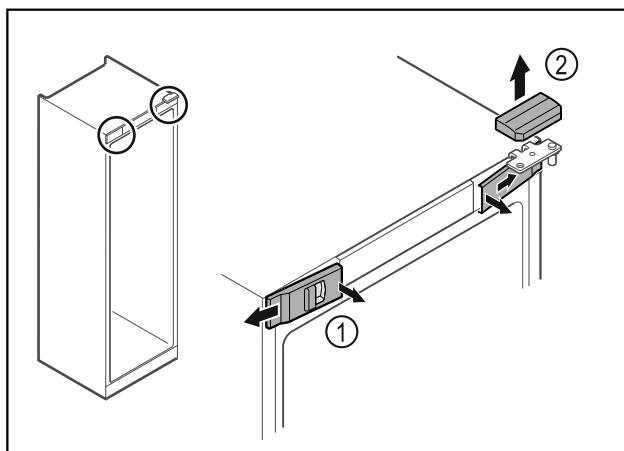

Fig. 4
- ▶ Décrocher les caches avant Fig. 4 (1) du côté intérieur et les retirer vers l'extérieur.
- ▶ Retirer le cache supérieur Fig. 4 (2) vers le haut.